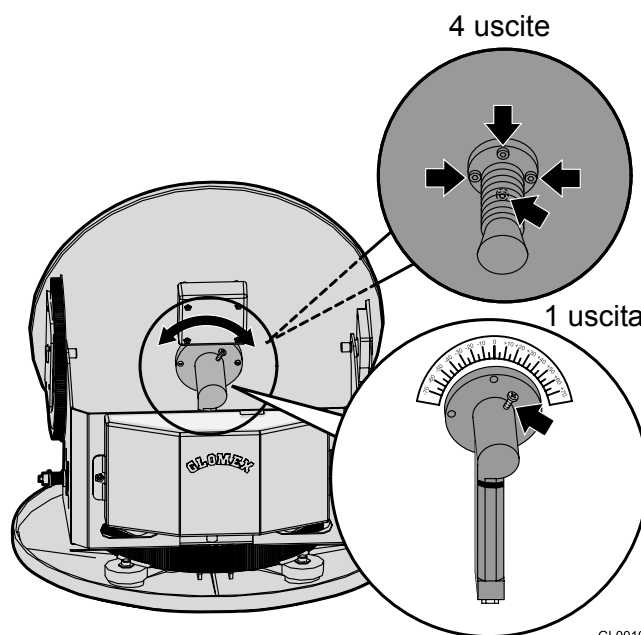

Fig. 26
- per modelli ad 1 uscita allentare la vite che tiene bloccato l'LNB al disco (vedi Fig. 26) e muovere manualmente lo stesso usando come riferimento per la giusta calibrazione il parametro di signal quality del ricevitore digitale che si sta usando (vedi manuale del ricevitore stesso). La calibrazione non deve essere più modificata se la barca rimane nella stessa zona e riceve lo stesso satellite.